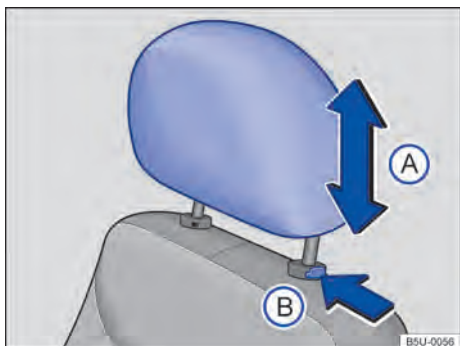

Fig. 80 Desinstalar o apoio para cabeça dianteiro.
- Pressionar o botão → Fig. 80 (B) no sentido da seta. Retirar o apoio para cabeça com a tecla pressionada.
- Empurrar o apoio para a cabeça totalmente para baixo com o botão → Fig. 80 (B) pressionado.